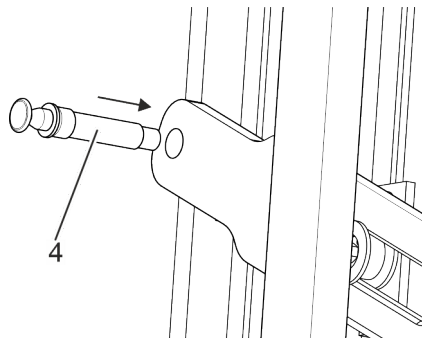

Abb. 23: Bügel mit Steckbolzen fixieren
- 15.** ➤ Bügel mit den Steckbolzen (Abb. 23/4) an den Werkzeugaufnahmen fixieren.